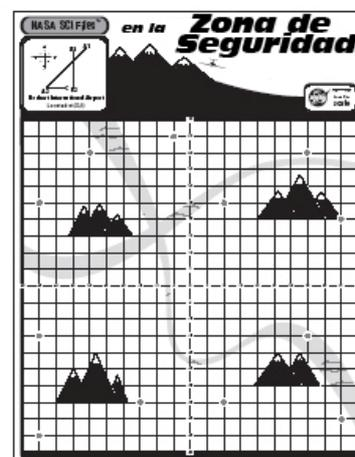

Figura 1
1. Distribuya tableros y otros materiales necesarios a cada grupo: (1) plan de vuelo (p. 71) para registrar los tiempos de aterrizaje, (2) carta de seguimiento (p. 72) para hacer seguimiento del avance del avión o aviones asignados, (3) Tarjeta de Puntuación de Seguridad (SRC) (p. 73) para llevar un seguimiento del total de puntos obtenidos y (4) Restricciones del juego (p. 72).
7. Use la clave de respuestas (Figura 1) para otorgar 1 punto por cada gráfico correcto de un avión. Anote el valor total en puntos en la Tarjeta de Puntuación de Seguridad (SRC) de cada grupo (p. 73).